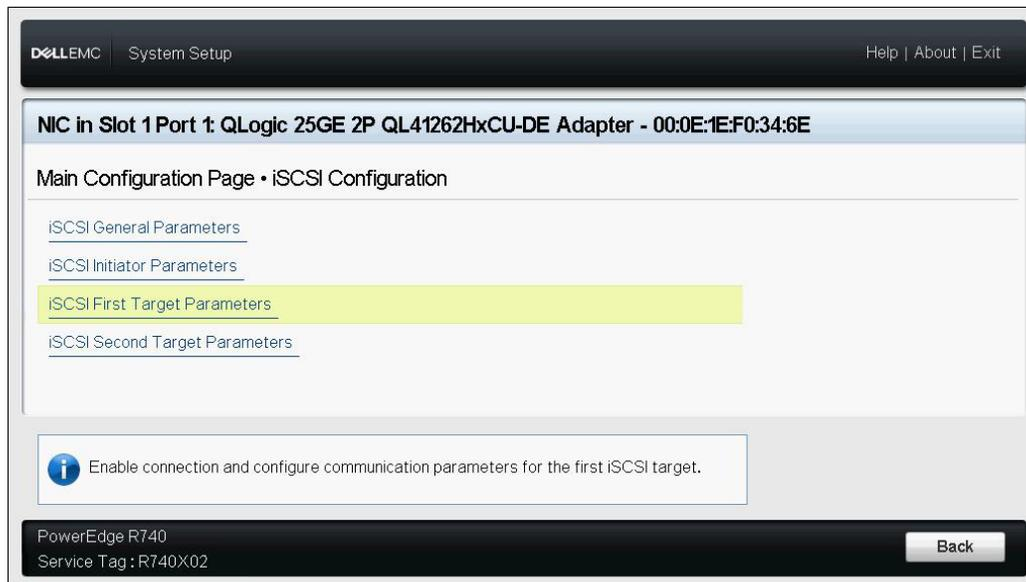

Abbildung 9-11. Systemeinrichtung: Auswählen der ersten iSCSI-Zielparameter
- Wählen Sie die Option **iSCSI First Target Parameters** (Erste iSCSI-Zielparameter) (Abbildung 9-11) aus und drücken Sie ENTER (Eingabe).